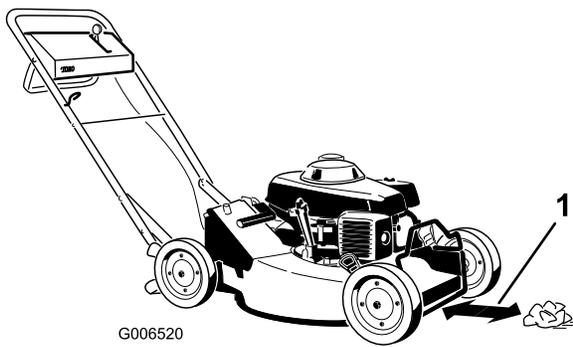

Figura 16
6. Coloque la bola de papel de periódico a unos 12,7 cm por delante del cortacésped (Figura 16).
- A. Coloque la bola de papel de periódico a unos 12,7 cm (5 pulg.) por delante del cortacésped (Figura 16).